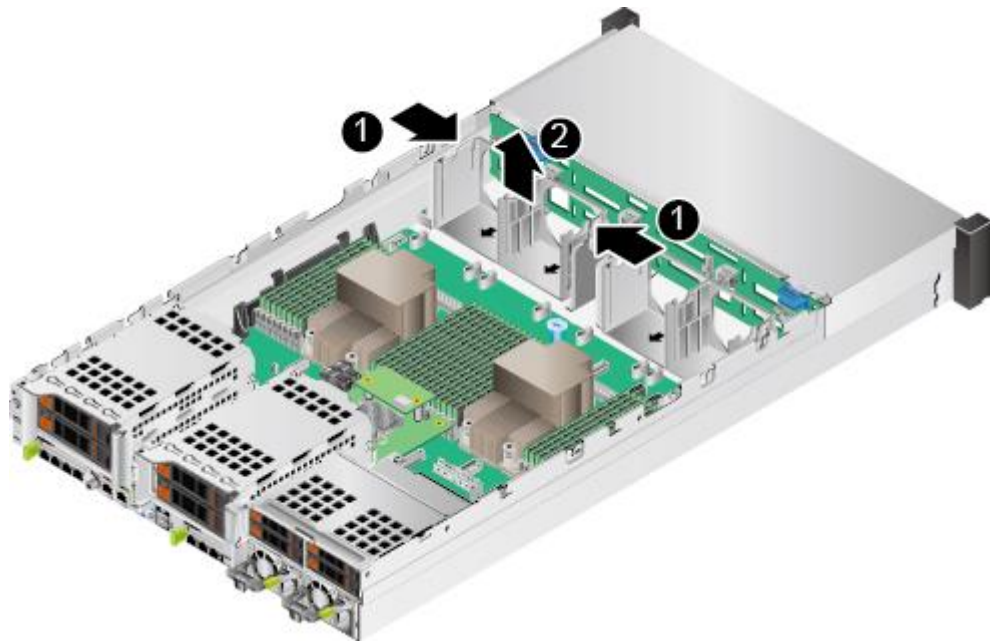

图 5-24 拆卸风扇支架
9. 按下风扇支架两侧锁扣的同时，向上提起风扇支架，如图 5-24 所示。使用相同方法拆卸另一个风扇支架。